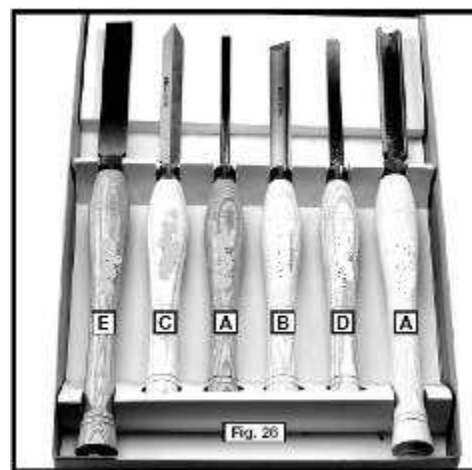

Fig.10
Les outils standard de tournage du bois sont proposés en plusieurs configurations (Fig. 10). La majorité des tournages fait appel à une gouge (A) Fig. 10. Ce ciseau creux à nez arrondi est utilisé pour les coupes de dégrossissage, la formation de gorges et d'autres opérations. Le ciseau à épauler (B) est un ciseau plat à angle double d'affûtage et extrémité formant un angle. Cet outil sert au lissage des cylindres, à couper les épaulements, les baguettes, les rainures en V, etc. L'outil à tronçonner (C) est un ciseau à angle double d'affûtage, utilisé pour le tronçonnage ou pour faire des incisions droites ou dimensionner les coupes au diamètre voulu. Le racloir à bout rond (D) sert surtout à creuser la pièce alors que le racloir à bout carré est utilisé surtout à l'extérieur des bols.